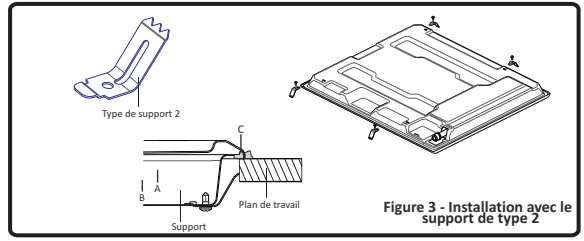

Figure 3 - Installation avec le support de type 2
Fixez les supports (A) grâce aux vis (B) sur le couvercle inférieur de l'appareil comme indiqué à la figure 3. Insérez l'appareil dans l'aperture et exercez une certaine pression sur la table de cuisson, assurez-vous que l'appareil est bien positionné.